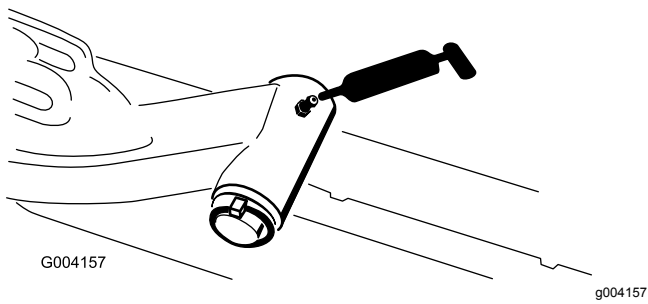

Figura 41
- Eje pivotante del brazo de elevación (1 en cada) (Figura 41)